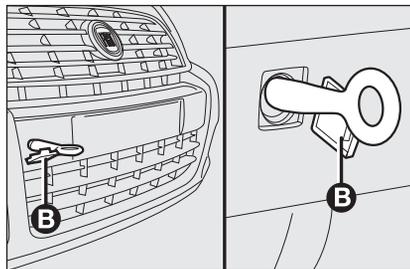

fig. 27
- asportare lo sportellino anteriore o posteriore **B-fig. 27** utilizzando il cacciavite in dotazione;